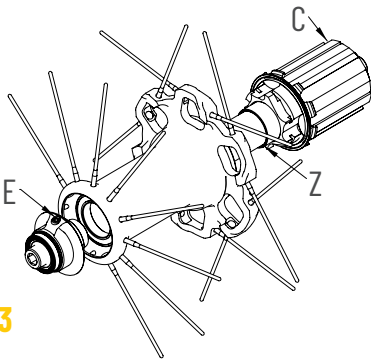

FIG. 3
• Terminata la manutenzione, infilate il corpo ruota libera con il relativo distanziale nel perno (Z) (Fig.3).